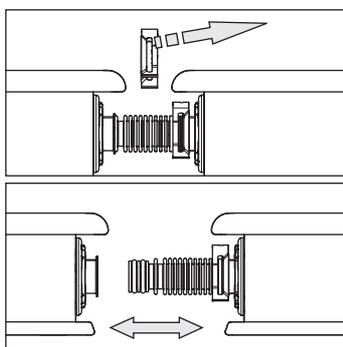
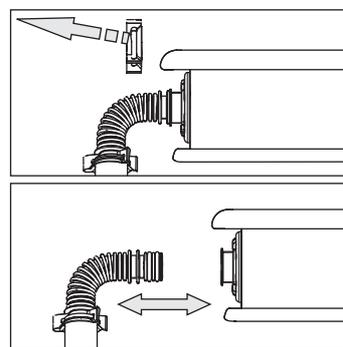

Figura 3-49 Fase di lavoro 1
Figura 3-50 Fase di lavoro 2
1. Premere e sfilare le graffe di fissaggio dalla posizione di arresto (Figura 3-49 e Figura 3-50).
2. Sfilare le curve di collegamento (Figura 3-50).